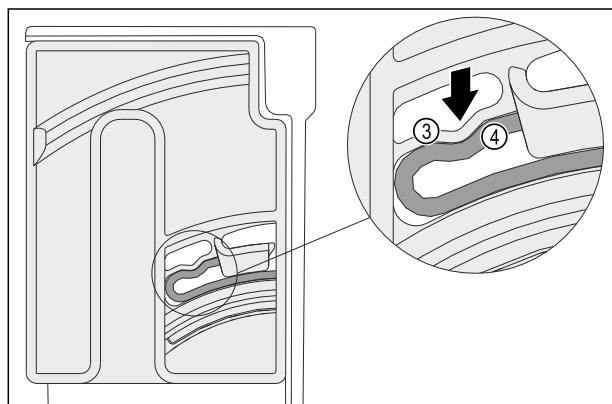

Fig. 150
- ▶ Elastisches Element Fig. 150 (3) der Dreheinheit rastet hörbar in der Rundform der Rippe Fig. 150 (4) ein.